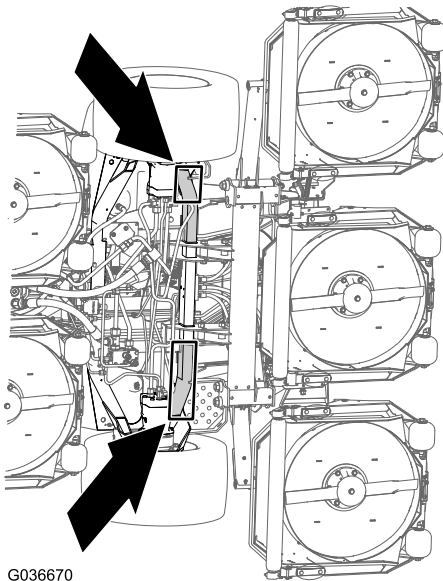

Figura 77
**Parte anteriore della macchina:** sul telaio della macchina, davanti ai motori di trasmissione delle ruote (Figura 77)